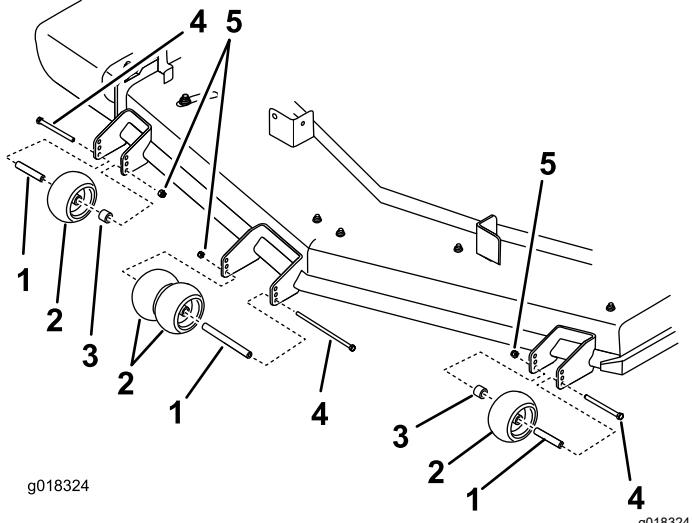

Figure 23
- Veillez à monter les entretoises et les bagues (Figure 23).